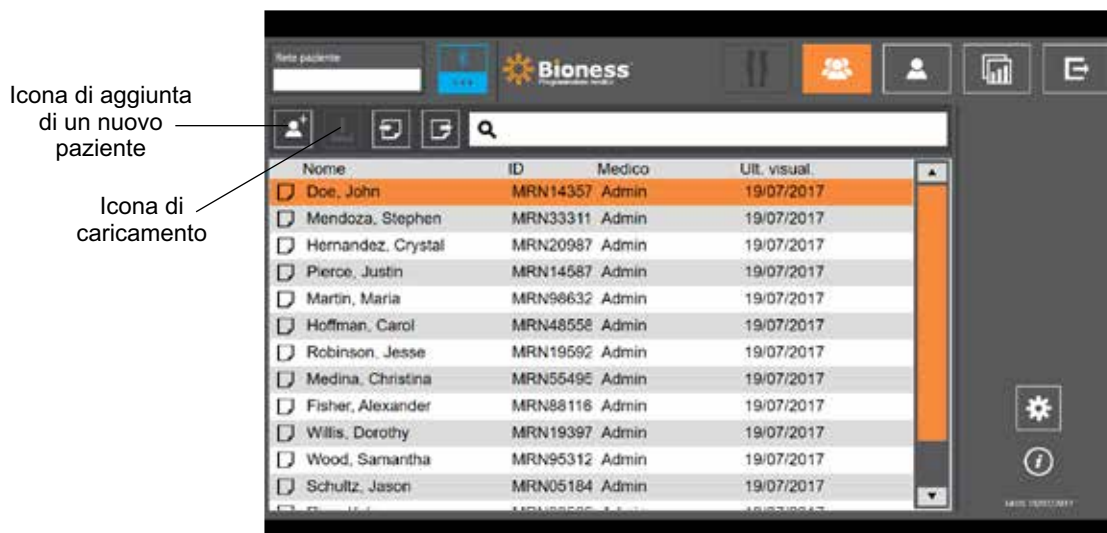

Figura 9-2. Icona di aggiunta di un nuovo paziente
2. Dalla schermata del database pazienti, premere l'icona di aggiunta di un nuovo paziente (Figura 9-2).
2. Aprire la schermata del database pazienti ed evidenziare il paziente nell'elenco pazienti (Figura 9-2).
3. Premere l'icona di caricamento (Figura 9-2). Viene visualizzata una finestra contenente il messaggio "Pianifica tutti gli stimolatori del paziente: X,X". Premere il pulsante Continua.